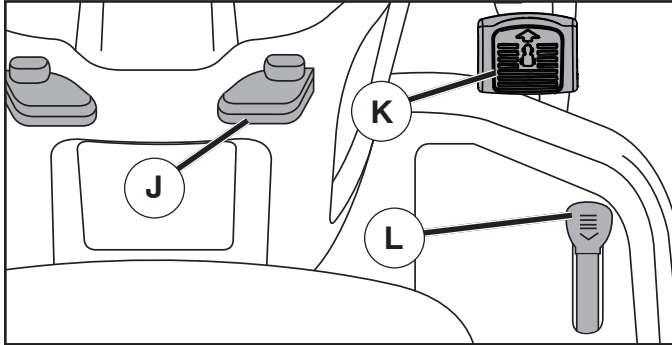

Fig. 7
## MOVERSE HACIA ADELANTE Y HACIA ATRÁS (Vea Fig. 7)
- Apretar lentamente el pedal marcha adelante (K) y atrás (L) para iniciar el movimiento. Más se aprieta el pedal y mayor es la velocidad.
## UTILIZAR EL MANDO CRUCERO (J) (See Fig. 7)